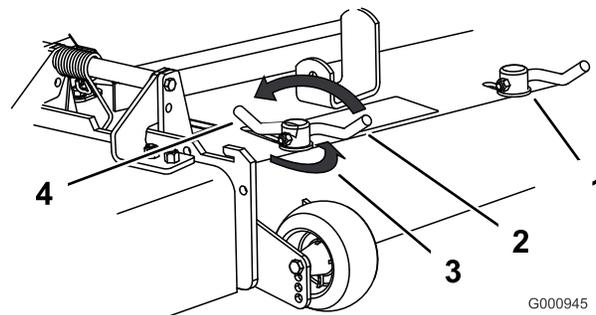

Figura 22
3. Per regolare i blocchi delle camme alzate la leva e allentate i blocchi (Figura 22).
5. Spostate la leva sopra per serrare il deflettore e i blocchi delle camme (Figura 22).